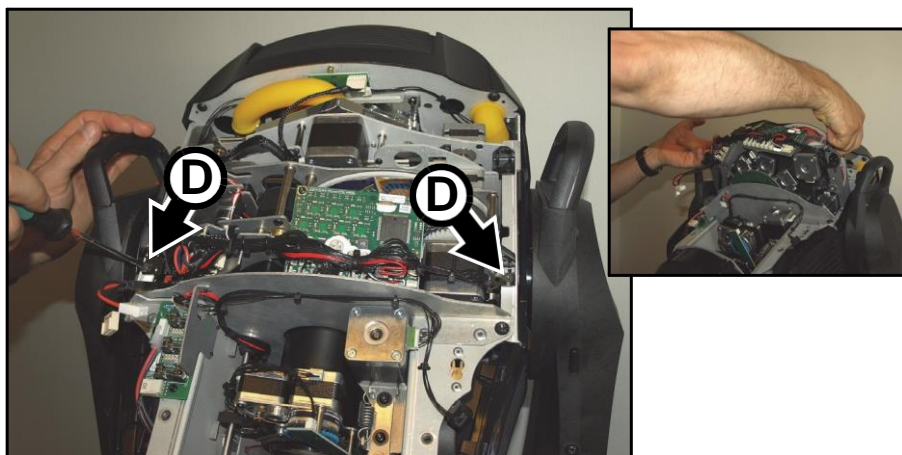

Рисунок 15: Снятие модуля
3. См. рисунок 15. Ослабить два винта под звездообразный ключ 20 **D**, чтобы снять модуль формирователя луча, затем поднять модуль из головной части и поставить его на рабочую поверхность так, чтобы движущиеся части были направлены вниз.